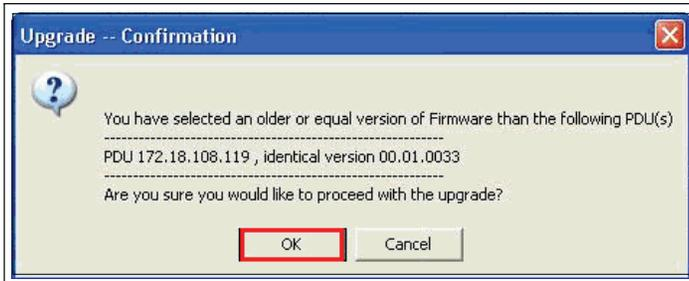
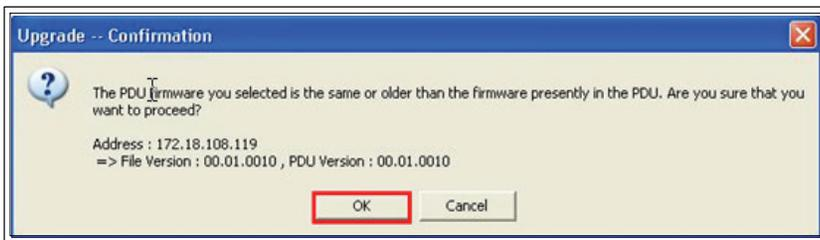

Figure 13. Vérification de la version de la mise à niveau du micrologiciel NMC
Figure 14. Vérification de la version de la mise à niveau du micrologiciel MCU
- 15 Un message de confirmation s'affiche. Si la version de micrologiciel sélectionnée est antérieure à la version actuelle, un message vous invite à confirmer que vous souhaitez utiliser cette version pour la mise à niveau (voir Figure 13 et Figure 14). Cliquez sur **OK** pour accepter la version ou sur **Cancel** pour revenir à l'étape 8 et sélectionner un autre fichier de mise à niveau des micrologiciels NMC ou MCU.